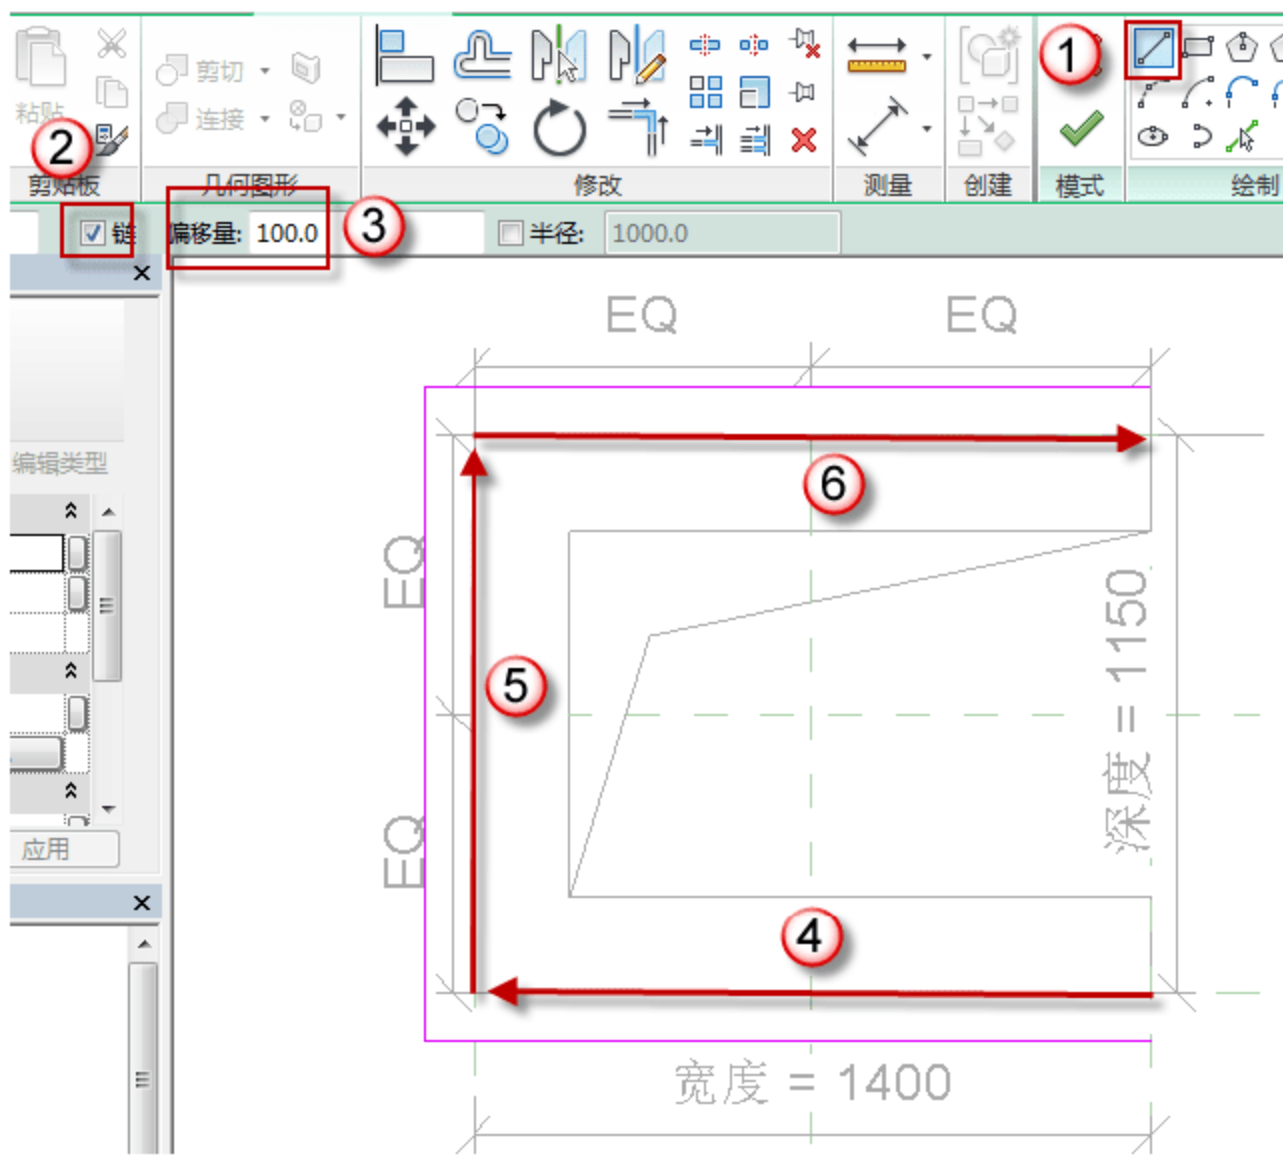

图 12.3.56 绘制顶板
(18) 绘制顶板。选择“创建”→“拉伸”命令，选择“直线”绘图方式，选中“链”复选框，将“偏移量”设为“100”，依次绘制，如图 12.3.56 所示。然后将“偏移量”改为“0”，将图形闭合，如图 12.3.57 所示。